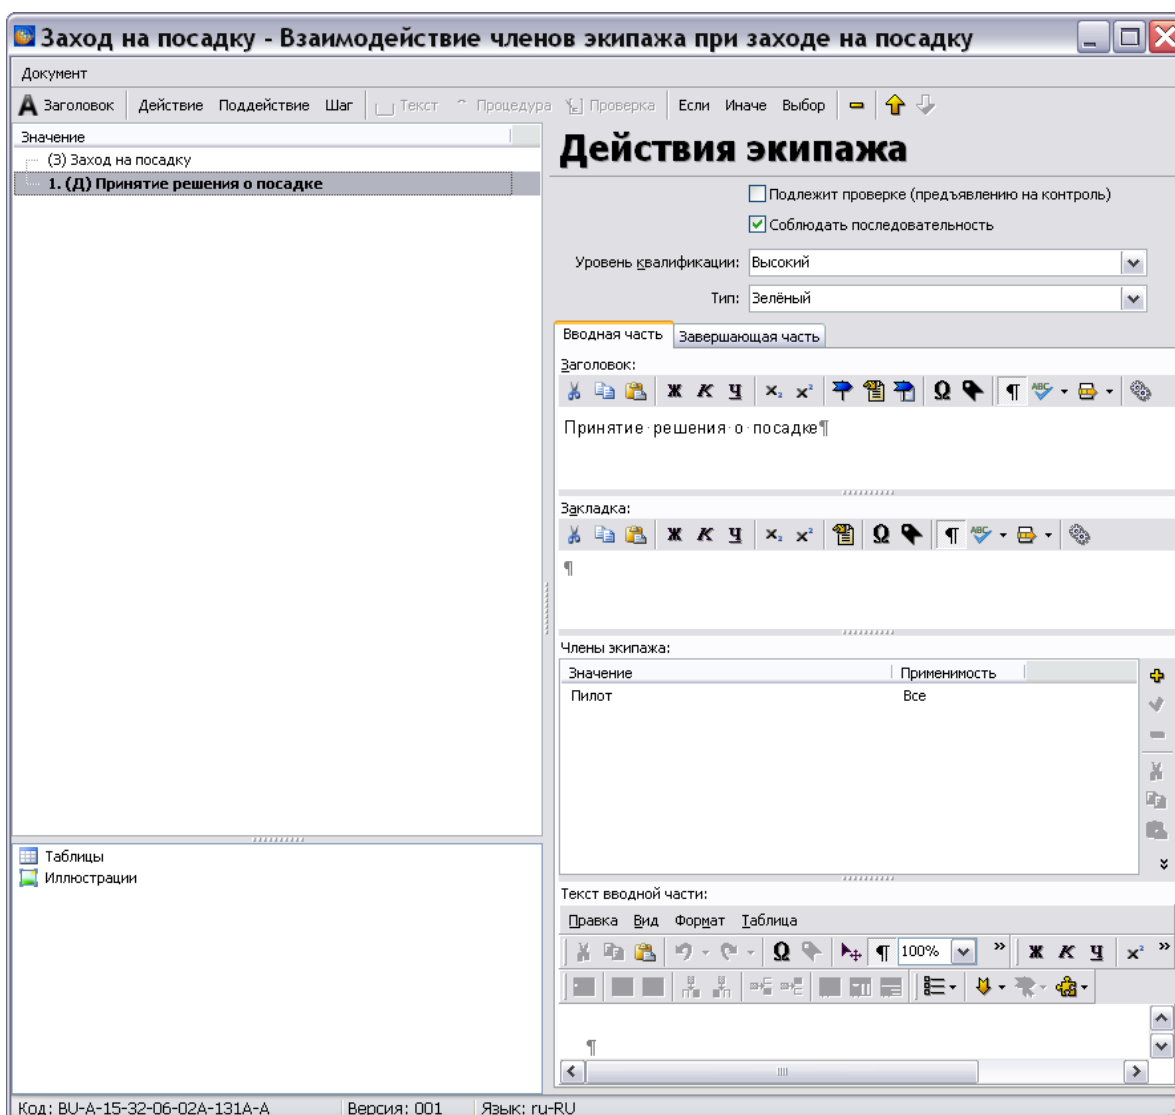

Рис. 13.14
12. В окне **Добавление записи** нажмите на кнопку **Применить**. После этого произойдет возврат в главное окно редактора, в котором показаны введенные параметры действия экипажа (Рис. 13.14). Для того чтобы название действия появилось рядом с его номером в дереве значений, щелкните левой кнопкой мыши по номеру действия.